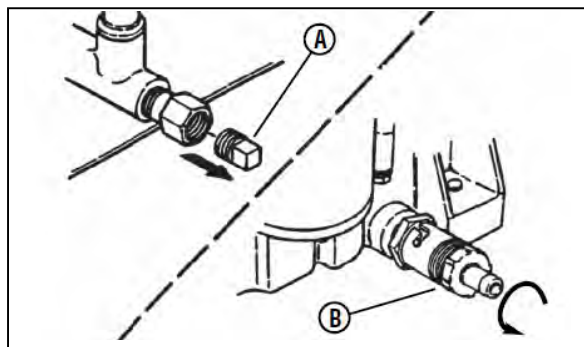

図 7-1 オールドレンプラグ
3. オイルドレンプラグ(図 7-1 の A もしくは B)を緩めます。